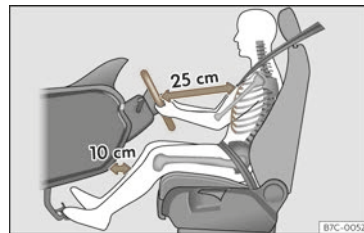

Abb. 17 Der richtige Abstand des Fahrers zum Lenkrad muss mindestens 25 cm (10 Zoll) betragen.
- Lenkrad so einstellen, dass der Abstand zwischen Lenkrad und Brustbein mindestens 25 cm (10 Zoll) beträgt >>> (Abb. 17) und das Lenkrad mit beiden Händen und leicht gebeugten Armen seitlich am äußeren Rand festgehalten werden kann.